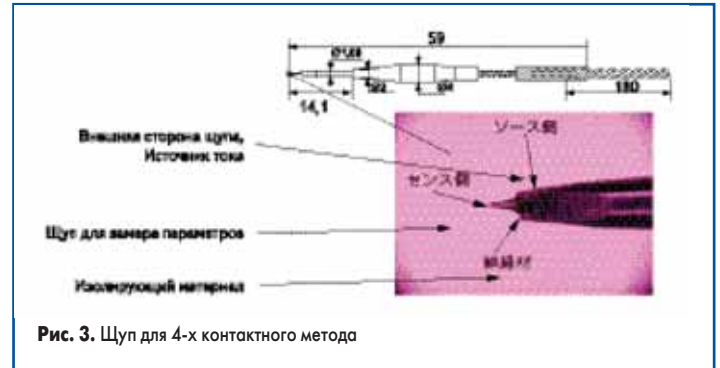

Рис. 3. Щуп для 4-х контактного метода
- Шаг щупа: ≤ 400 мкм (рис. 3);